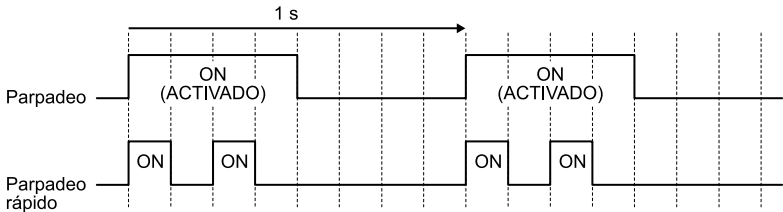

Figura 5.7 Estados de parpadeo del LED
*1 Consulte en Figura 5.7 la diferencia entre "parpadeo" y "parpadeo rápido".